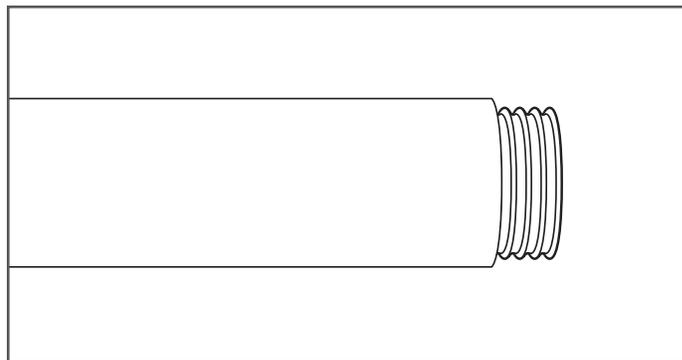

Figura 9-1
1. Retire las secciones del acoplamiento DoubleTrac® e inspeccione el revestimiento externo de Nylon 12 y el abocardador AutoFlare de la tubería primaria para detectar cualquier defecto visible. (Figura 9-1)